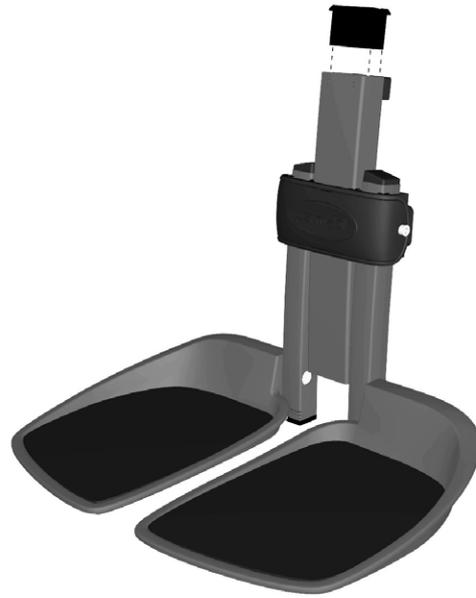

Abbildung 185. Gleitbuchse im unteren Teil der Beinstütze.
5. Gleitbuchse im unteren Teil der Beinstütze abmontieren und mit geeignetem Werkzeug die Sperrnasen der Buchse eindrücken, die sich in den Öffnungen direkt unterhalb der Oberkante der Beinstütze befinden. Siehe Abbildung. 185.
1. Gleitbuchse im unteren Teil der Beinstütze montieren. Überprüfen, dass die Sperrnasen der Buchse in den Öffnungen an der Beinstütze fixiert werden. Siehe Abbildung. 185.